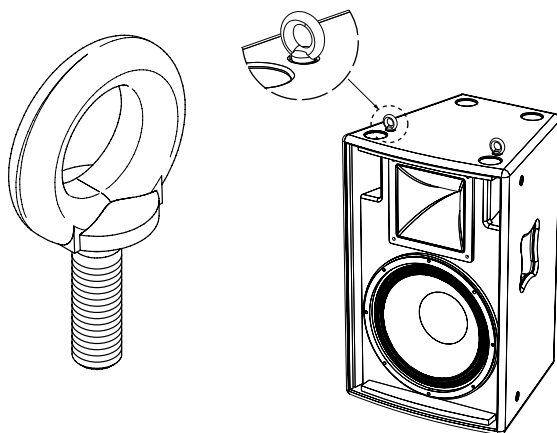

Fig.3
- È possibile sospendere le STAGE tramite appositi ganci (fig.3) per mezzo del sistema di aggancio a 10 inserti filettati (tipo M8);
- It is possible to suspend the STAGE series cabinets through appropriate hooks (fig.3) by means of 10 anchoring points system (M8 type);